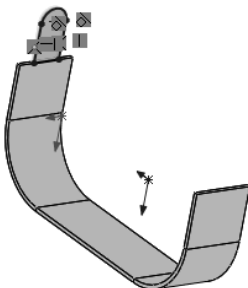
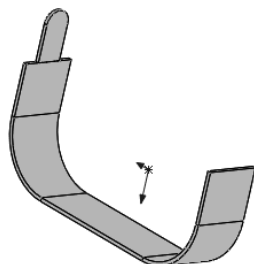

图 9-21 预览效果
图 9-22 生成的薄片特征
- 05** 其预览效果如图 9-21 所示, 单击属性管理器中的确定按钮, 即完成薄片特征的绘制, 如图 9-22 所示。